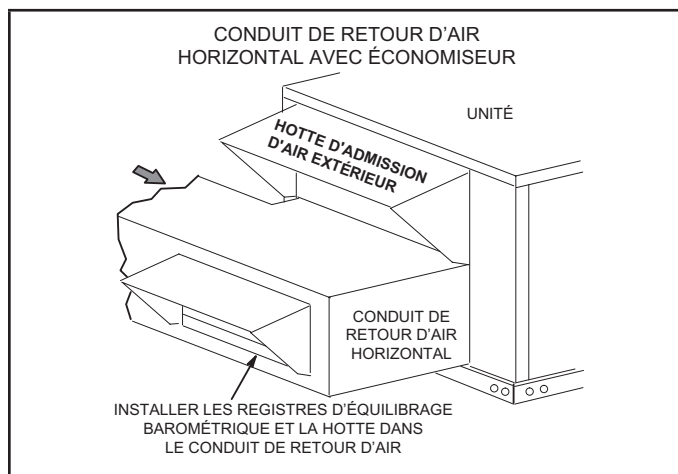

FIGURE 5
- 5 - Installer le conduit de retour d'air sous l'admission d'air extérieur. Voir FIGURE 5. Installer le registre d'équilibrage barométrique dans la hotte inférieure et l'installer dans le conduit comme indiqué à la FIGURE 5.